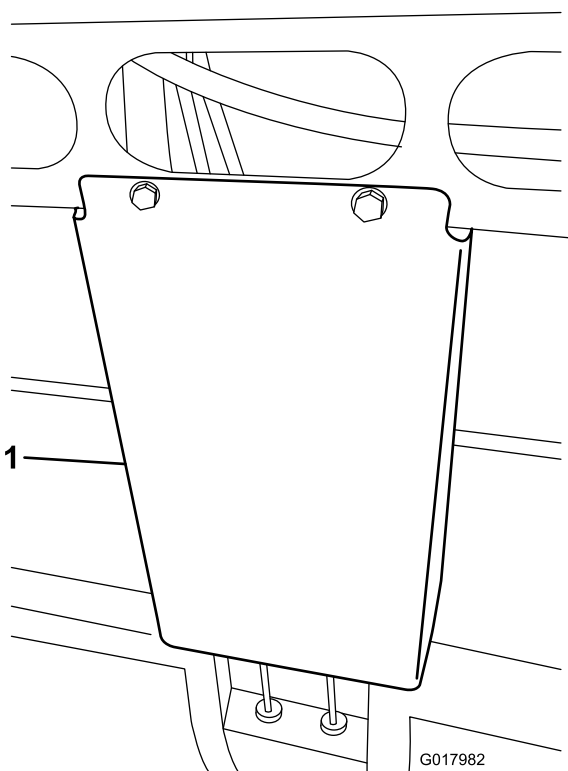

Figura 1
8. Rimuovete la protezione che copre i tubi idraulici sotto la parte centrale anteriore della macchina (Figura 1).